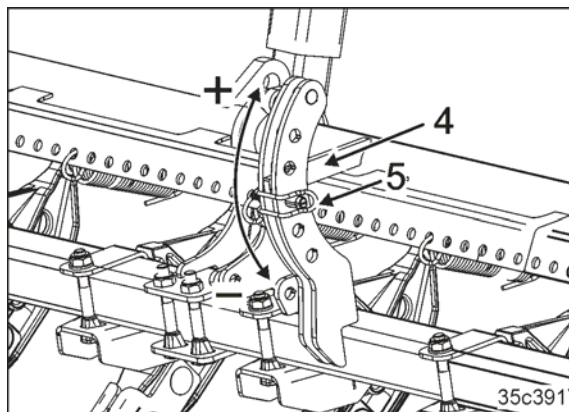

Fig. 190
5. Bolzen in die gewünschte Bohrung unterhalb des Hebels (Fig. 190/4) stecken und sichern (Fig. 190/5)
6. Je höher der Bolzen in der Verstellkulisie abgesteckt wird (Fig. 190/1+), desto größer ist der Exaktstriegeldruck.